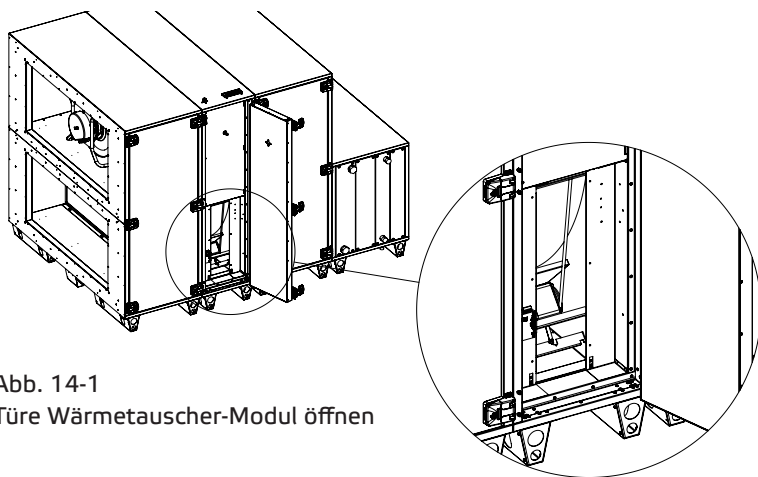

Abb. 14-1
- Schalten Sie den Geräteschalter aus und öffnen Sie die Tür des Wärmetauscher-Moduls. So erhalten Sie Zugang zum Antriebsriemen. (siehe Abb. 14-1)